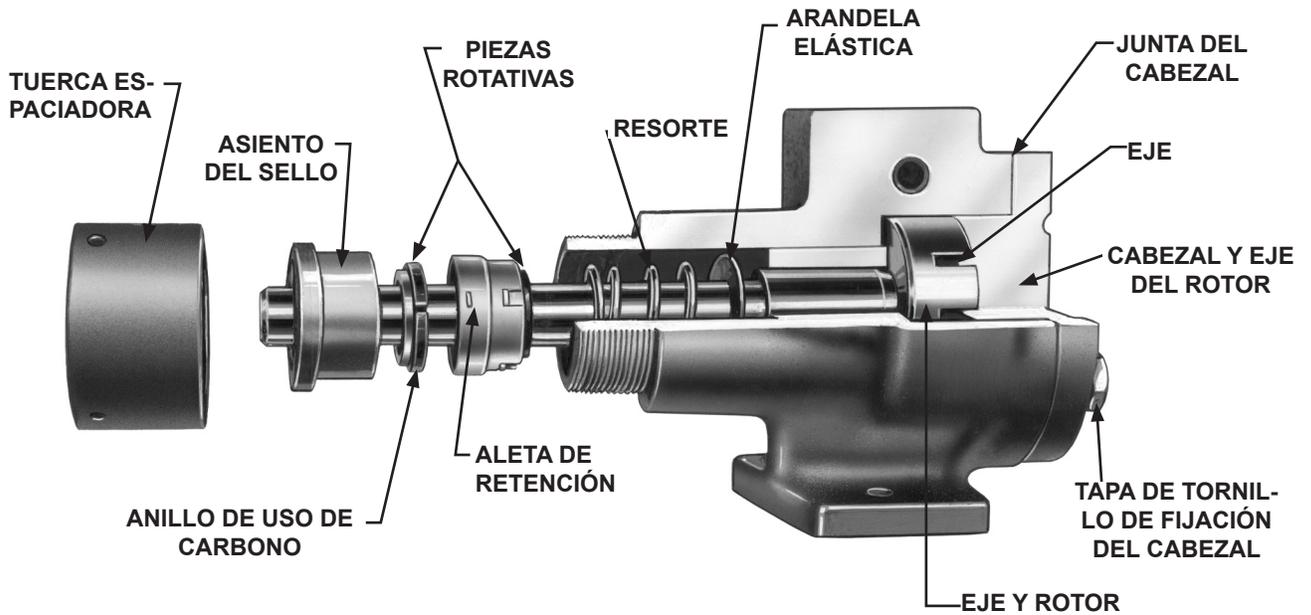

FIGURA 5
4. Cuando reensamble una bomba mecánicamente precintada, ubique la arandela elástica y el resorte en el eje, **vea la Figura 5, Página 4.** Aplique una fina capa de aceite al eje y al interior de la parte inferior de la goma de la pieza rotativa. Deslice la pieza rotativa hasta el final del eje.